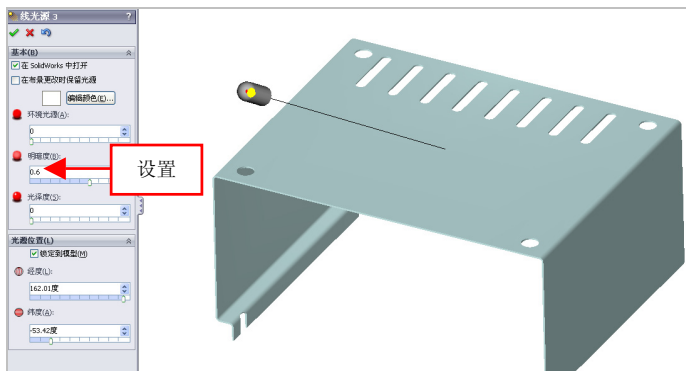

图 13-46 设置参数值
(3) 在菜单栏中, 单击【视图】|【光源与相机】|【添加线光源】命令, 弹出【线光源 3】属性管理器, 在绘图区中调整光源位置, 设置【明暗度】为 0.6, 如图 13-46 所示。